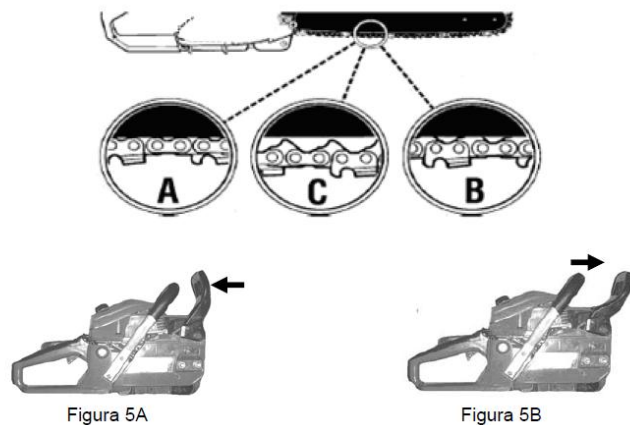

Figura 5
Se a corrente de corte se encontra MUITO FROUXA ou MUITO APERTADA, o pinhão, barra, corrente e rolamentos do motor se desgastam mais rapidamente. Estude a (Figura 5) para informação a respeito da tensão correta quando fria (A), tensão correta quando quente (B), ou quando a tensão da corrente na motosserra precisa ser ajustada (C).